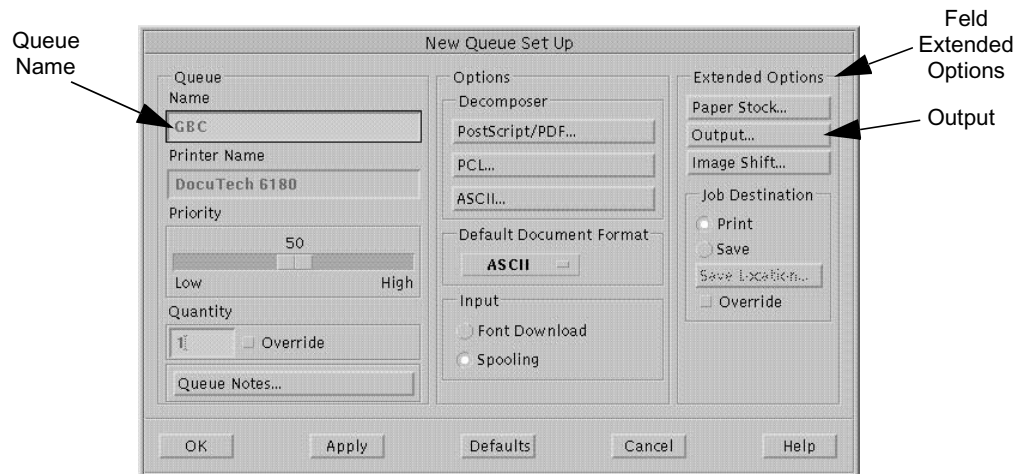

Abbildung 1-18: Das Fenster New Queue Setup
Es erscheint das Fenster New Queue Setup (Einrichten einer neuen Warteschlange), wie in Abbildung 1-18 gezeigt.
- 4 Gehen Sie zum Feld **Extended Options** (weitere Optionen), und wählen Sie dort **Output** (Ausgabe), wie in Abbildung 1-18 gezeigt.